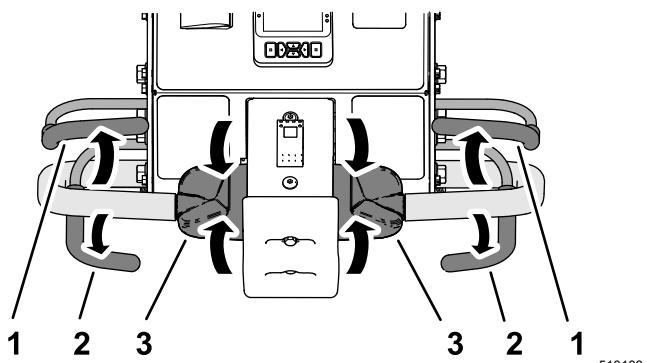

図 79
- エアレーション中の場合はエアレーションベイル図 79 から手を放してコアリングヘッドを上昇させるコアリングヘッドを上昇させるには (ページ 44) を参照。